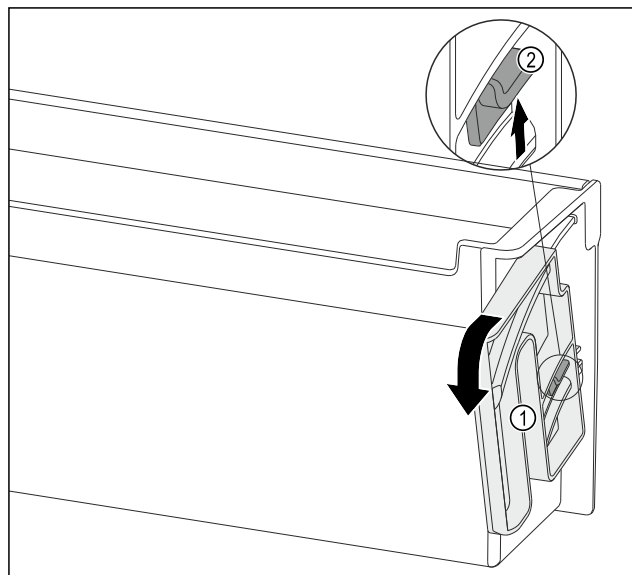

Fig. 98
- 沿指定方向将旋转单元 Fig. 98 (1)转动到底。
- 向上按压凸舌 Fig. 98 (2)并取出旋转单元 Fig. 98 (1)。